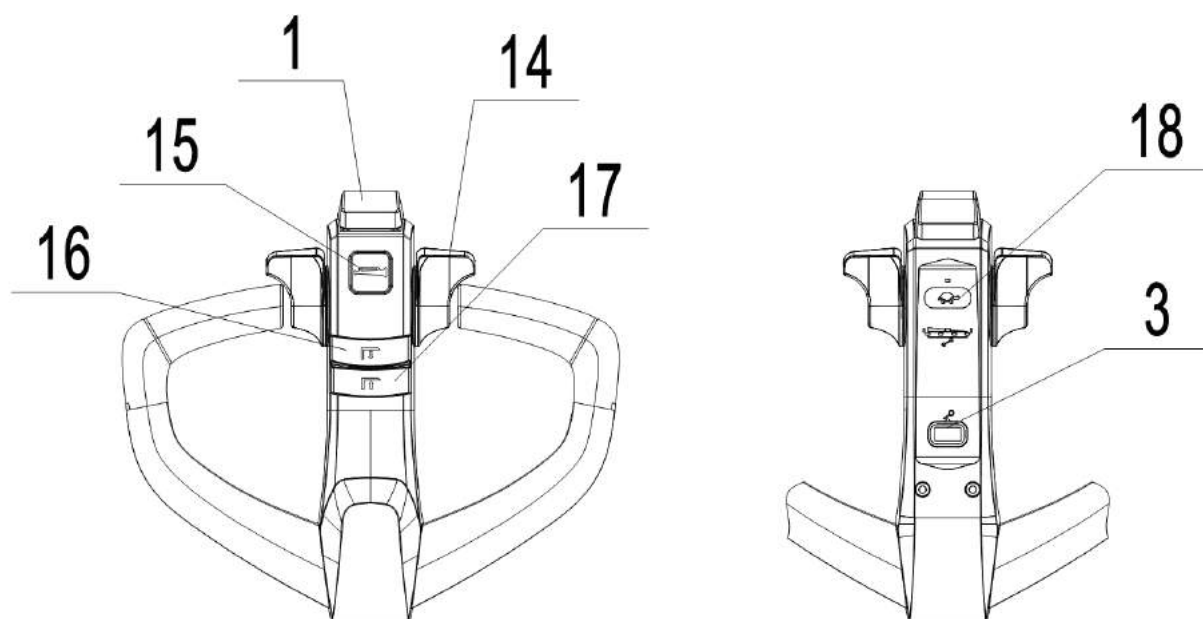
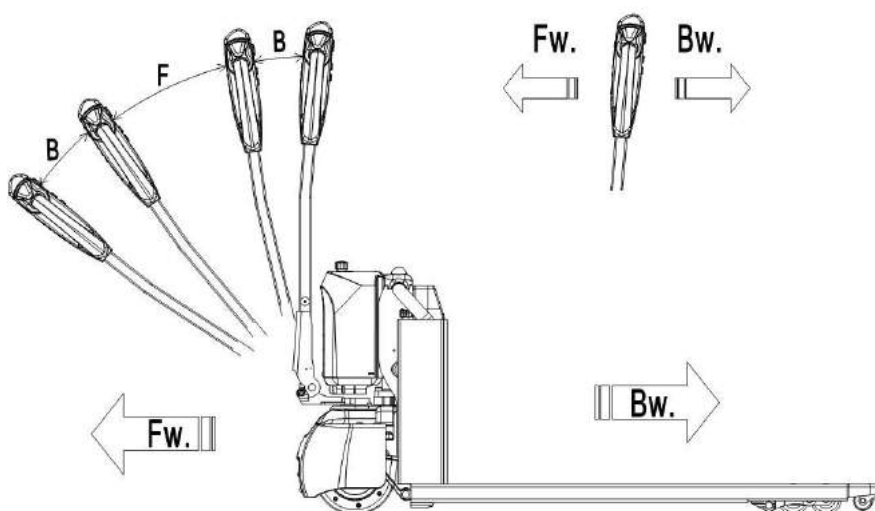

Рис.7: Рукоятка управления
Рис. 9: Направление движения
Удостоверьтесь, что груз находится на паллете, и ежедневная проверка проведена. Вставьте магнитный ключ (3) в отверстие на рукоятке тележки. Проверьте работу звукового сигнала нажатием на соответствующую клавишу (Поз. 15, Рис. 7).
Разместите тележку с полностью опущенными вилами под паллетом. Нажмите кнопку подъема (Поз.16, Рис. 7), до тех пор, пока не будет достигнута требуемая высота подъема.
Опускание груза производится путем нажатия клавиши (Поз.16, Рис. 7). Полностью опустите вилы, убедитесь в отсутствии препятствий позади тележки и аккуратно откатите тележку из-под груза.
После запуска тележки при помощи магнитного ключа переведите ручку в рабочее положение. ('F', рис.9)
Отклоните лепестки управления (Поз.14, Рис.7) в нужном направлении «Вперед» 'Fw' или «Назад» 'Bw' (рис. 9).
Регулируйте скорость передвижения с помощью лепестков управления (Поз.14, Рис.7) для достижения требуемой скорости.
Нажмите на кнопку «Черепаша» (Поз. 18, Рис. 7) для перевода тележки в режим перемещения на малой скорости. Повторное нажатие на клавишу вернет тележку в стандартный режим. Нажмите и удерживайте клавишу в течение 2-х секунд для включения режима работы тележки с ручкой, расположенной в вертикальном положении в условиях узкого пространства.